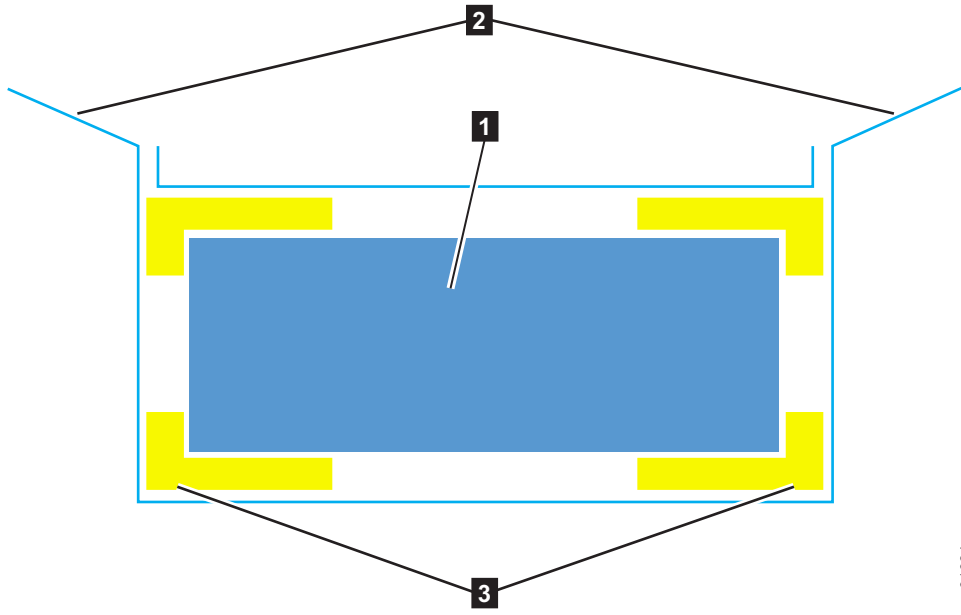

图 28. 包装材料
3. 剪开装运箱的边角，将其折起以露出扩展机柜，如第 44 页的图 28 所示。